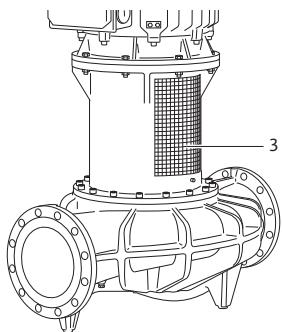

Fig. 48: Gemonteerde koppelingsbeveiligingsplaat
- **De pomp alleen met gemonteerde koppelingsbeveiligingsplaten (Fig. 48, pos. 3) gebruiken.**